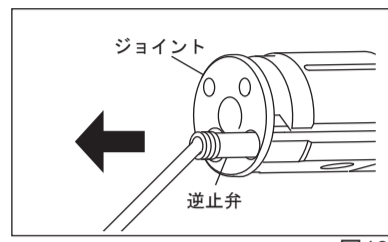

図13
- 4) 細い棒などで古い逆止弁を抜き取り、新しい逆止弁を奥まで挿し込みます。(図13)